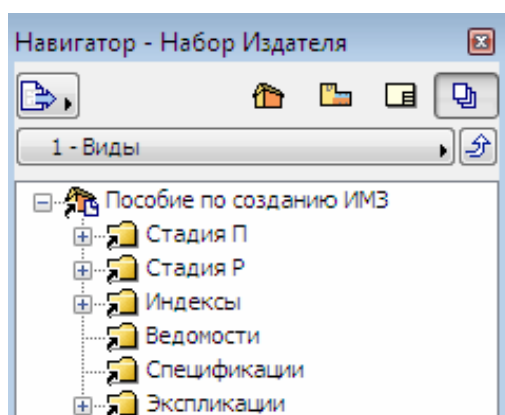

Рис. 5
4. Нажмите самую правую кнопку в верхней части навигатора. Эта кнопка открывает наборы издателя в навигаторе (рис. 5). Здесь предоставляется возможность создать список файлов, которые следует распечатать/вывести на плоттер или сохранить в файлах различных форматов (например, PDF, DWG / DXF/DWF, DGN, различные форматы изображений). Можно предварительно определить, каким образом файлы должны быть сохранены / распечатаны/ выведены на плоттер, а затем сохранить их в виде набора издателя. Затем такие наборы могут быть опубликованы в любой момент времени с помощью единственного щелчка мышки. Например, можно определить все страницы, которые необходимы для конструкторской документации здания, либо со-